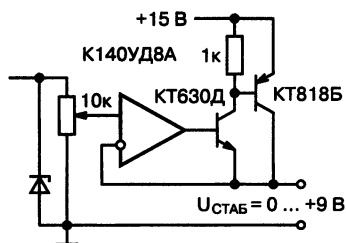

Рис. 7.24. Почему не получается снизить стабилизированное напряжение?
**РАДИОЛЮБИТЕЛЬ:** Я собрал лабораторный стабилизатор по схеме рис. 7.24. Но при испытании на холостом ходу не удается получить выходное напряжение ниже 0,5 В (далее потенциометр почему-то прекращает управлять напряжением)...